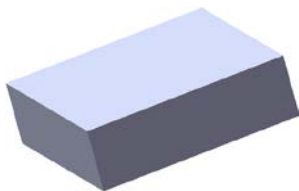
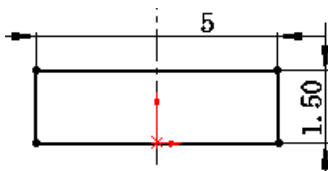

图 4.3 凸台-拉伸 1
图 4.4 横断面草图
Step2. 创建图 4.3 所示的零件基础特征——凸台—拉伸 1。
(1) 选择命令。选择下拉菜单 **插入(I)** → **凸台/基体(B)** → **拉伸(S)...** 命令(或单击“特征(F)”工具栏中的  按钮)。
(2) 定义特征的横断面草图。
① 定义草图平面。选取前视基准面作为草图平面。
② 定义横断面草图。在草图环境中绘制图 4.4 所示的横断面草图。
③ 选择下拉菜单 **插入(I)** → **退出草图** 命令，退出草图环境，此时系统弹出“凸台—拉伸”对话框。
(3) 定义拉伸深度属性。
① 定义深度方向。采用系统默认的深度方向。
② 定义深度类型和深度值。在“凸台—拉伸”对话框 **方向 1** 区域的  下拉列表中选择 **两侧对称** 选项，在  文本框中输入深度值 5.0。